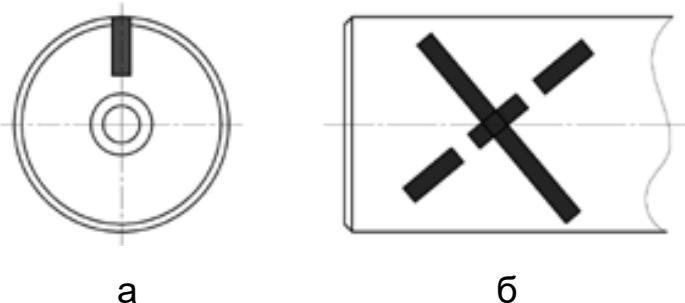

Рис. 8.1 Примеры нанесения меток на торцевую (а) и боковую (б) поверхности свободного конца вала.
8.6.3 Нанести контрастную метку (например, черным маркером или белым мелком) на торцевую поверхность свободного конца вала (рис.8.1 а) или две метки с противоположных сторон (скрещивающиеся) на боковую поверхность свободного конца вала (рис. 8.1 б).